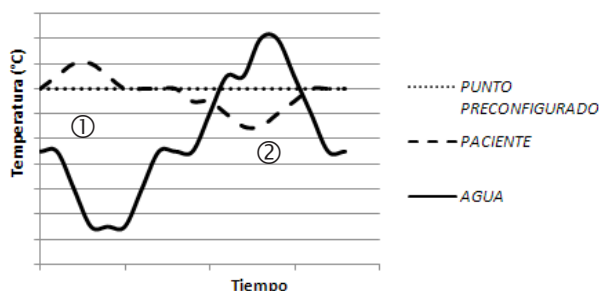

Figura 12 — Gráfico de fluctuación de la temperatura del agua
La máquina está diseñada a fin de utilizar el agua para calentar o enfriar al paciente en función del PUNTO PRECONFIGURADO. Cuando la temperatura del PACIENTE es superior a la del PUNTO PRECONFIGURADO (consulte ① en la FIGURA 12 a continuación); la máquina bajará de manera automática la temperatura del AGUA a fin de que la temperatura del paciente alcance nuevamente la temperatura del PUNTO PRECONFIGURADO. Asimismo, cuando la temperatura del PACIENTE es inferior a la del PUNTO PRECONFIGURADO, (consulte ② en la FIGURA 12 a continuación), la máquina calentará el agua de manera automática para aumentar la temperatura del paciente.